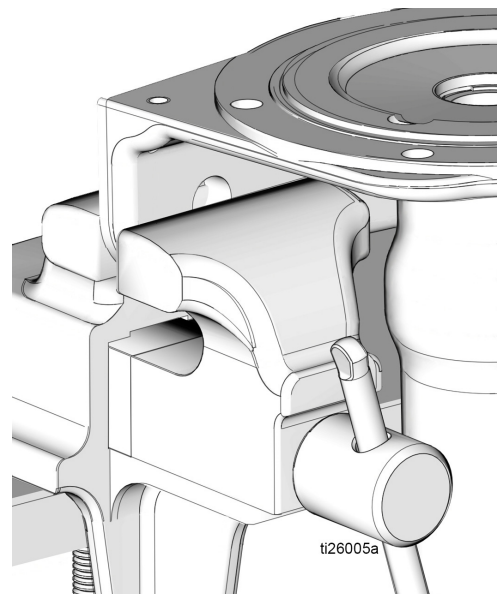

Рис. 23
17. Измените положение основания насоса (1) в тисках, как показано на Рис. 23.